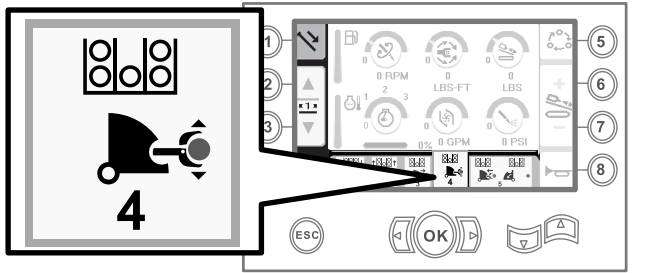

Figura 34
8. Solte o interruptor oscilador para prosseguir para o passo seguinte na sequência (Figura 34).